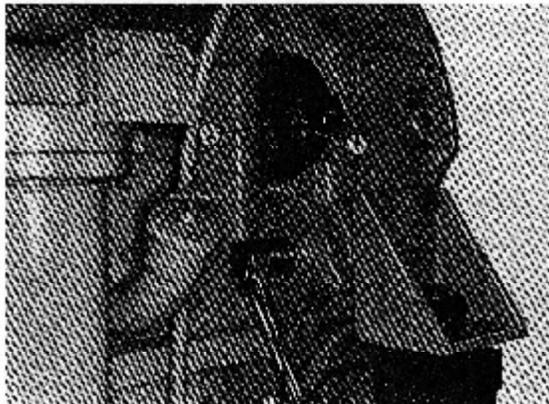

Рис. 2-61. (K21919). Приспособление для блокировки двигателя.
3. Если застопорить двигатель слева от маховика, нужно совместить метку VS на кожухе «С» (1, Рис. 2-61) с риской 2, видимой в отверстие «С» на кожухе маховика.